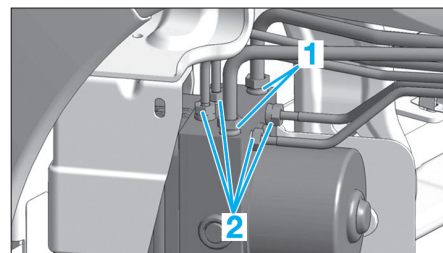

Fig. 28
- Débloquer les raccords (1) et (2) (Fig.28).